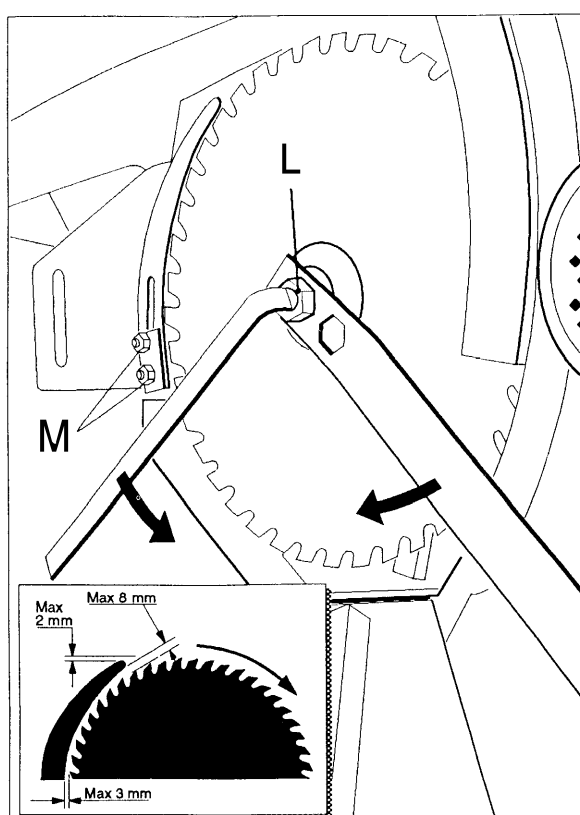

Bild 24
- Vid byte av sågklinga skall alltid denna sänkas ner under bordet. Skjut ut sågen så lång det är och lås fast, lossa skyddsplåten med medföljande verktyg. Övre skyddsplåt hängs upp i kedjan under sågbordet. Spärra spindelaxeln med här för avsett verktyg och lossa spindelmuttern **L** genom att skruva den i sågklingans rotationsriktning (vänstergängad). Använd de verktyg som levereras tillsammans med sågen. se *bild 24*. Montering av ny klinga sker i omvänd ordning.
- Klyvkniv skall alltid finnas på sågen när den är i bruk. Klyvknivens placering i förhållande till sågklingan framgår av *bild 24*. Klyvkniven lossas med muttrarna **M**. Vid byte av sågklinga till annan tjocklek än standard, skall även klyvkniven bytas. En kniv, som är 0,2 mm tjockare än klingans liv i tandbotten, är lämplig.